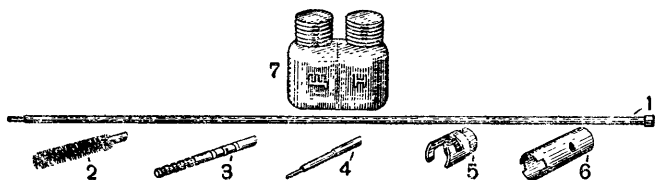

Рис. 52. Принадлежность:
43. Принадлежность (рис. 52) служит для разборки, сборки, чистки и смазки карабина. Она состоит из шомпола, протирки, ершика, выколотки, пенала и масленки.